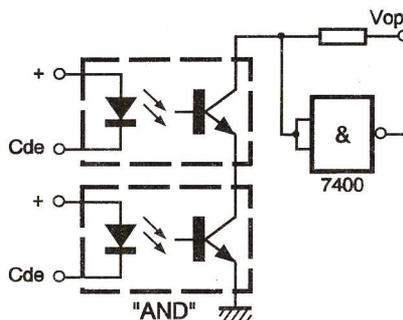

Fig 5
■ Porte « ET » (fig. 5). Les deux phototransistors sont câblés afin d'obtenir ce type de porte.